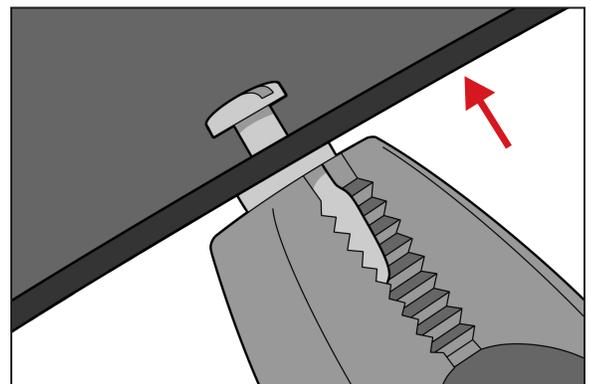

Abb. 7
3. Richten Sie die Einheit sorgfältig auf das Loch aus und drücken Sie den Zapfenhals in das Loch (Abb. 7).